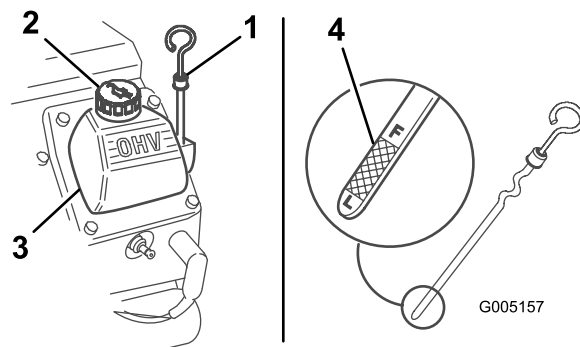

Рисунок 8
3. Очистите область вокруг отверстия для масломерного щупа (Рисунок 8).
4. Вытяните масломерный щуп и вытрите металлический конец начисто (Рисунок 8).
5. Вставьте щуп в масломерную трубку до упора (Рисунок 8).
7. В случае низкого уровня масла очистите область вокруг крышки заливной горловины и снимите крышку (Рисунок 8).